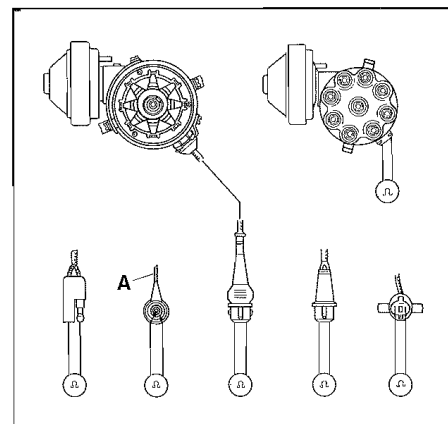

Fig. 10 - Resistenza trasduttore
- Controllare la resistenza trasduttore compreso il cavo di comando oppure la presa di innesto del distributore di accensione senza cavo di comando, tramite ohmmetro (**Fig. 10**) e a temperatura ambiente ($15 \div 40^\circ\text{C}$).
- Check transducer resistance including control cable or ignition distributor socket without control cable using ohmmeter (**Fig. 10**) and at room temperature ($15 \div 40^\circ\text{C}$).